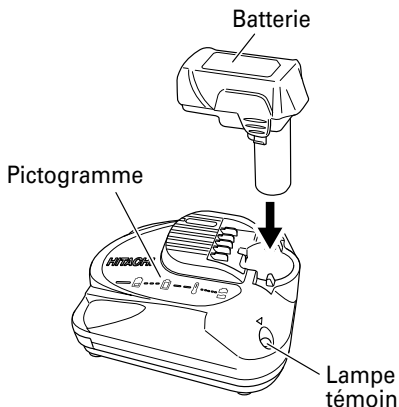

Fig. 4
2. Insérer la batterie dans le chargeur de batterie. Insérer la batterie dans le chargeur de batterie comme indiqué à la Fig. 4.